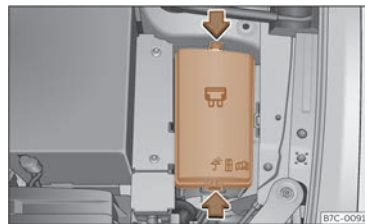

Fig. 189 En el vano motor: tapa de la caja de fusibles.
- Presione las pestañas de bloqueo para desbloquear la tapa de la caja de fusibles >>> **fig. 189**.